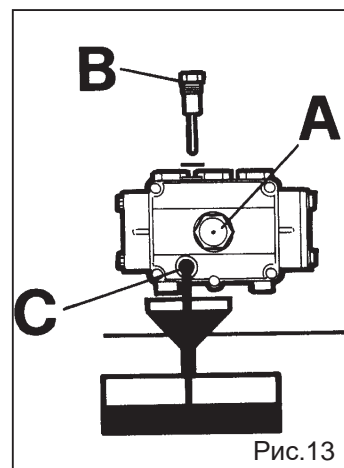

Рис.13
2) Открутите пробку с щупом (Рис. 13).